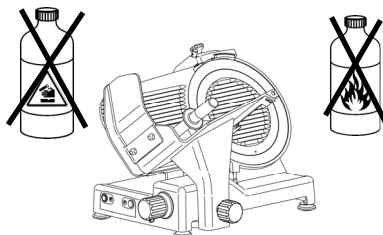

Abb. 26
- Für die Reinigung keine korrosiven oder zündbaren Mittel verwenden (Abb.26); **nur das mitgelieferte Reinigungsmittel verwenden**